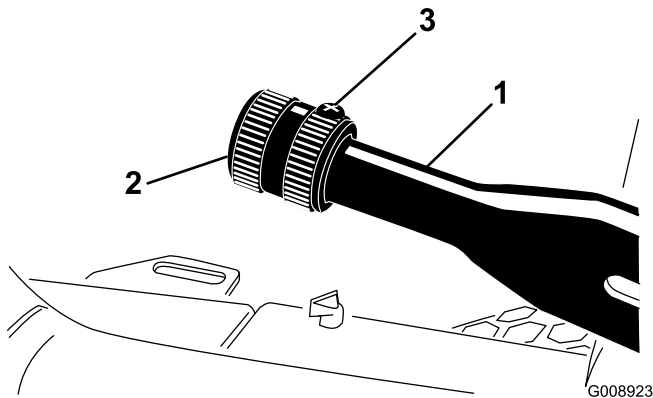

Figura 65
1. Afloje el tornillo de fijación que sujeta el pomo a la palanca del freno de estacionamiento (Figura 65).